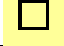
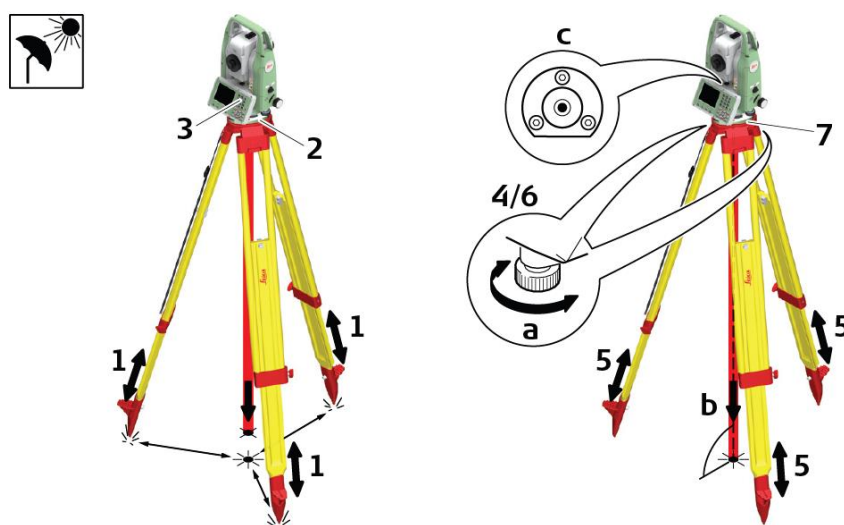

Рисунок 9 – Описание функций всплывающего окна
Рисунок 14 – Установка электронного тахеометра над точкой
1. Выдвиньте ножки штатива для установки прибора в удобном рабочем положении. Установите штатив в относительно центрированное положение над твердой точкой (рисунок 14, обозначение 1).
2. Установите на штатив прибор с трегером (рисунок 14, обозначение 2).
3. Включите инструмент. Если компенсация наклона установлена на Вкл., то лазерный центрир включится автоматически и появится экран **Ур и Отвес**. В противном случае нажмите  в любом приложении и выберите **Уровень** (рисунок 14, обозначение 3).
4. Используйте ножки штатива и подъемные винты трегера (рисунок 9, обозначение **а**) для установки инструмента над точкой (рисунок 14, обозначение **б**).
5. Работая ножками штатива, приведите в нульпункт круглый уровень (рисунок 14, обозначение **с**).
6. Используя электронный уровень, вращайте подъемные винты для точной установки инструмента (рисунок 14, обозначение **а**).
7. Отцентрируйте инструмент точно над точкой, двигая трегер по головке штатива (рисунок 14, обозначение **7**).